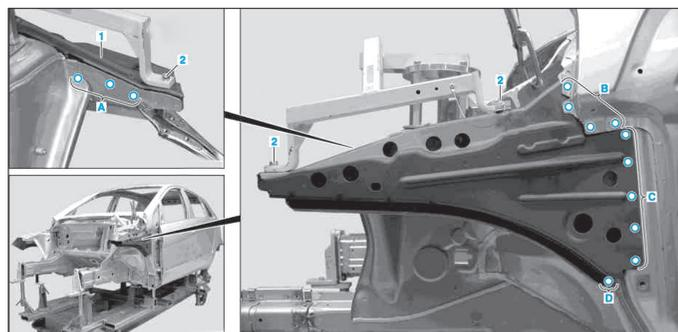

FIG. 5
- Positionner la doublure d'aile (1), l'ajuster à l'aide du gabarit de contrôle et de soudage et la bloquer avec les fixations (2) (Fig.5).
- Positionner la doublure d'aile neuve (1) et y fixer le gabarit (2).